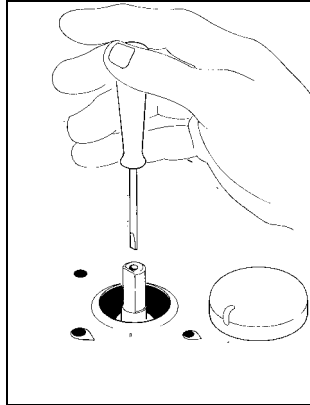

fig.7
- 2) Enlevez le bouton ( Fig. 7) du robinet qui est réglé pour la pression standard. Le bouton se trouve sur la barre du robinet-même.
- 3) Près de la barre du robinet sur le top de travail, insérez un petit tournevis a encoches dans la tige de soupape (Fig. 7) et tournez la vis du réducteur de pression à droite ou à gauche jusqu'à ce que la flamme du brûleur soit réglée de la manière la plus appropriée au MINIMUM.